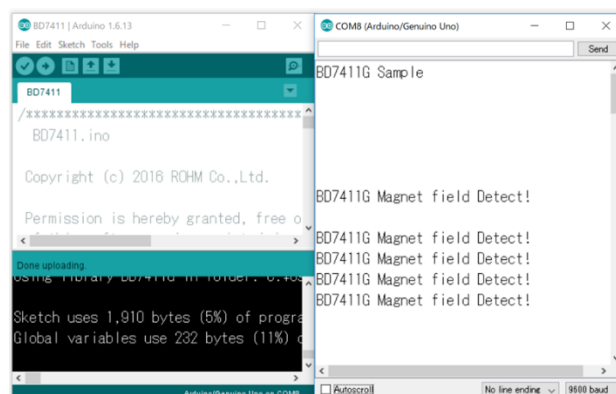

Figure 6. Serial Monitor 画面
7. Serial Monitor のログを確認 (Figure 6)